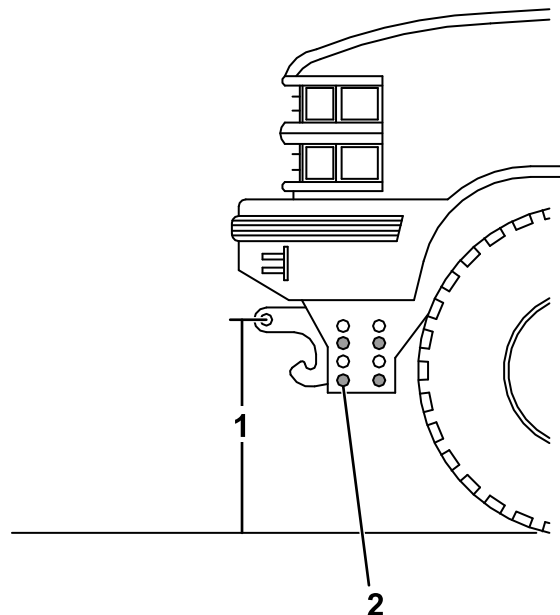

Figure 26
- Mesurez la distance du sol aux trous de goupille à ressort d'accouplement sur la barre de poussée du soubassement (Figure 26). La distance doit être égale à 36,8 cm (14½ po).
- Si la barre de poussée ne se trouve pas à 36,8 cm (14½ po), retirez les fixations qui la retiennent sur le soubassement (Figure 26).